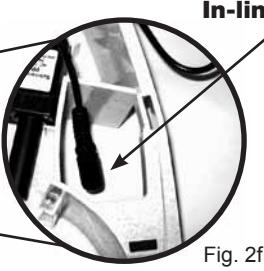

Fig. 2f
- 6) Dernæst tages pumpen ud ved først at tage in-line stikket ud (Fig. 2f), og derefter løfte pumpen ud af drikkefontænen. Rens først alle hår og rester af hundemad væk, som kan have samlet sig omkring knappen til justering af vandmængde og pumpens plade med vandindtag.